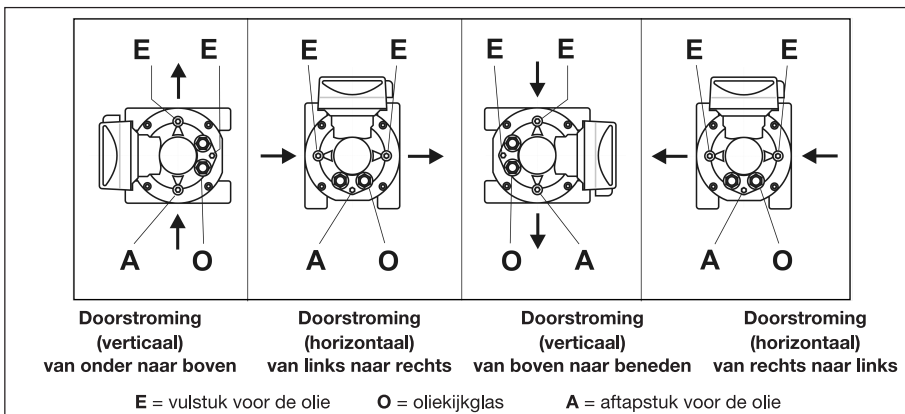

Fig. 7: Toelaatbare gebruiksposities, vullen met olie en oliepeilweergave, **type RVG**
- Er bevinden zich drie vulopeningen resp. aftapopeningen en twee oliekijkglazen aan de voor- en (optioneel) achterkant van de meter (fig. 7).
- Draai de inlaatschroef (E, fig. 7) in het voorste deksel van de behuizing eruit.
- Verwijder de inlaatschroef (E) in het achterste deksel van de behuizing, zodat de olie beter in de achterste kamer stromen kan.